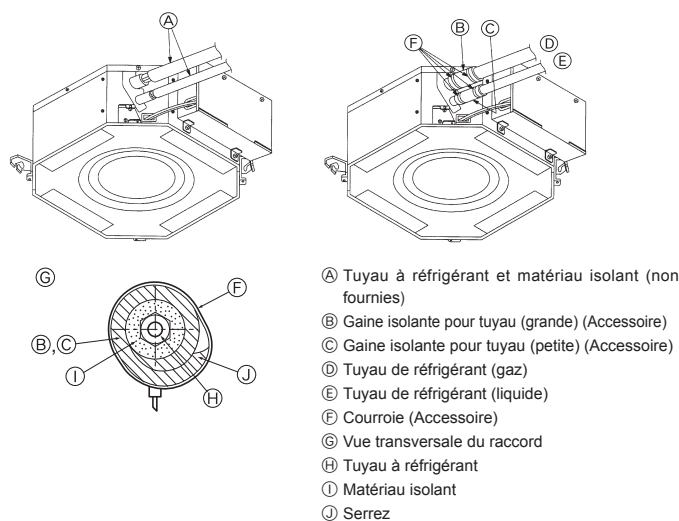

Fig. 4-4
4.3. Appareil intérieur (Fig. 4-4)